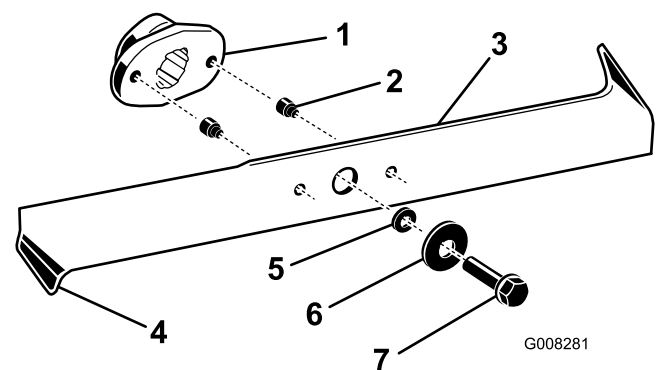

Bild 41
2. Untersuchen Sie die Schnittkanten (Bild 41). Bauen Sie die Schnittmesser aus und schärfen sie, wenn die Kanten nicht scharf sind oder Kerben aufweisen; siehe Schärfen der Messer“.
3. Prüfen Sie die Schnittmesser, insbesondere die gebogenen Kanten (Bild 41). Montieren Sie neue
4. Ersetzen Sie die Scherbolzen sofort, wenn Sie gebrochen sind (Bild 41).
3. Entfernen Sie die Messerschrauben, Scheiben und Messer (Bild 41). Sie können einen Holzklötzchen zwischen das Schnittmesser und das Mähwerk keilen, um das Schnittmesser beim Entfernen der Schraube zu blockieren.
1. Montieren Sie die Schnittmesser, Scheiben und Messerschrauben (Bild 41).